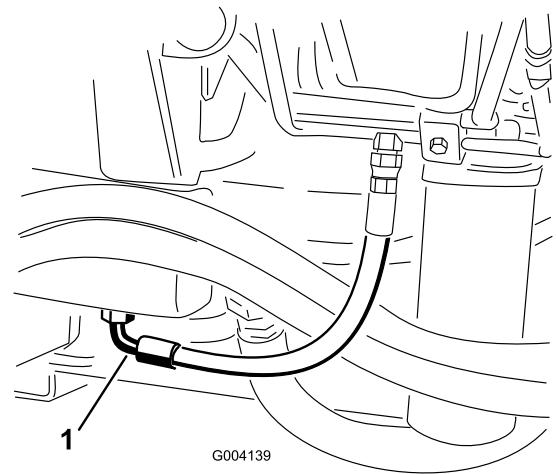

图67
3. 在液压油箱底部安装的接头下面放置一个大放油盘 图 67。